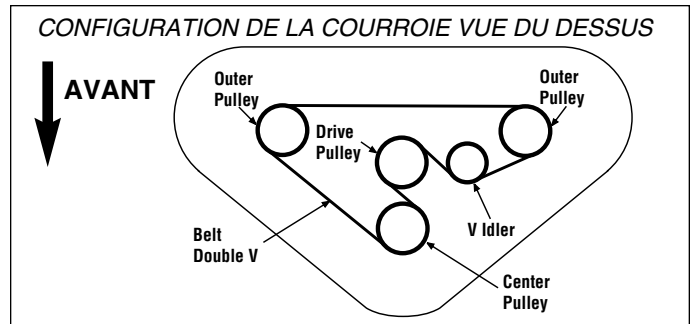

Figure 44. Configuration de la courroie de la tondeuse de 122 cm
7. Installer la nouvelle courroie comme illustré sur le schéma de la figure 44.